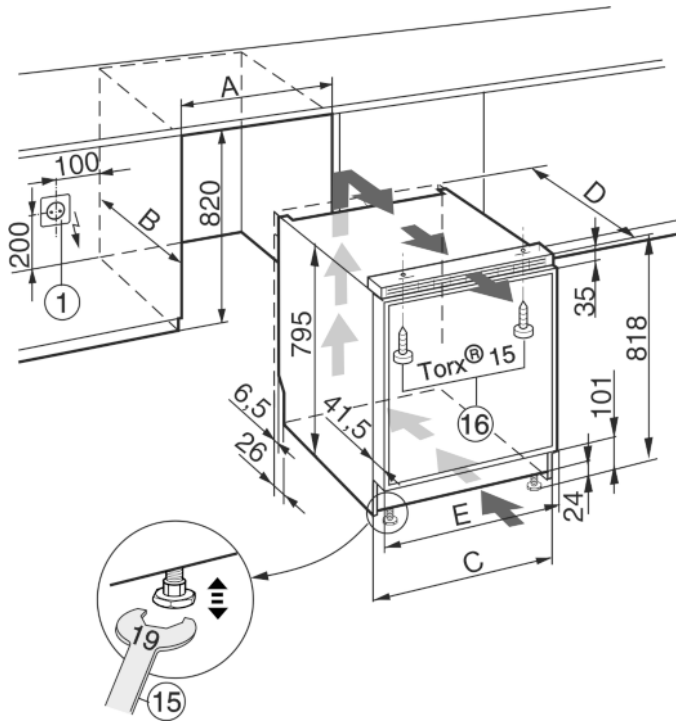

Fig. 12
- Розетка *Fig. 12 (1)* має бути розташована у легкодоступному місці поряд з пристроєм.
- ▶ Вирівняти пристрій ніжками з допомогою даного гайкового ключа Fig. 12 (15).
- ▶ Закріпити пристрій додатними гвинтами Fig. 12 (16) зверху до робочої поверхні та/або кухонних меблів.